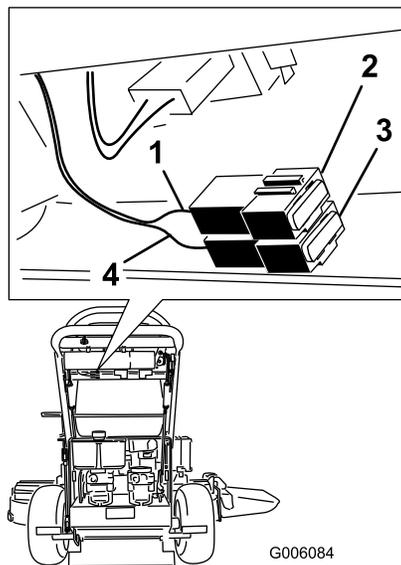

Figure 41
2. Tirez le fusible pour le sortir ou le remplacer (Figure 41).
Remarque: Veillez à utiliser un fusible du bon calibre avec le fil de la couleur appropriée, comme montré à la Figure 41